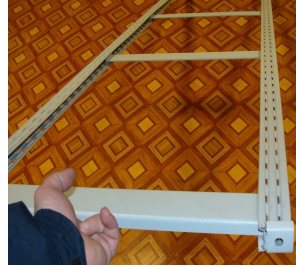

РИС.3
- На рис.3 показан порядок установки стяжки-подпятника